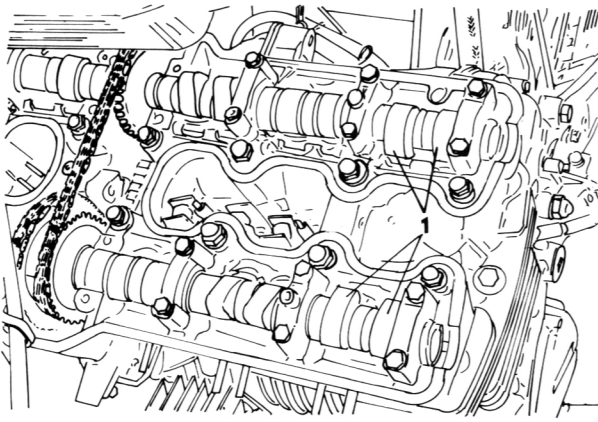

Bild 33
- Sichergehen, dass die Einlass- und Auslassnockenbuckel von Zylinder Nr. 1 zur Zündkerze gerichtet sind (Bild 33). Ist dies nicht der Fall, die Kurbelwelle im Uhrzeigersinn um 360° drehen und die «T»-Markierung erneut ausrichten.